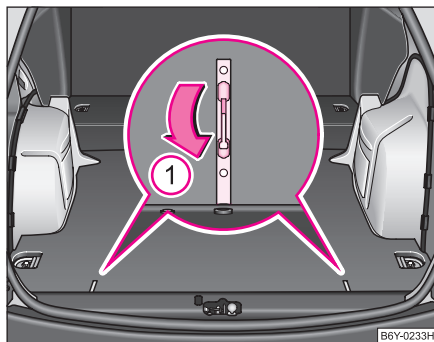

Fig. 190 Deblocarea
- Întâi deblocați podeaua, prin aducerea manetei în poziția ① ⇒ fig. 190.